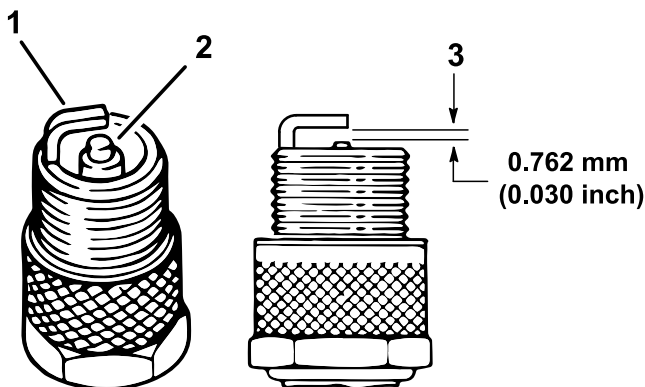

Figure 43
4. Vérifiez l'état des électrodes latérale et centrale, ainsi que de l'isolateur de l'électrode centrale (Figure 43).
5. Réglez l'écartement entre les électrodes centrale et latérale à 0,76 mm, comme montré à la Figure 43.